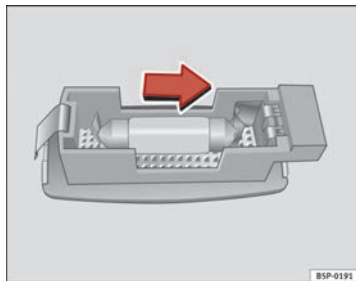

Fig. 179 Desmontaje luz del parasol
- Retire la luz con cuidado, utilizando un destornillador por su parte plana, tal como indica la figura ⇒ fig. 179.
- Retire la lámpara, moviéndola en el sentido de la flecha y hacia afuera ⇒ fig. 179.